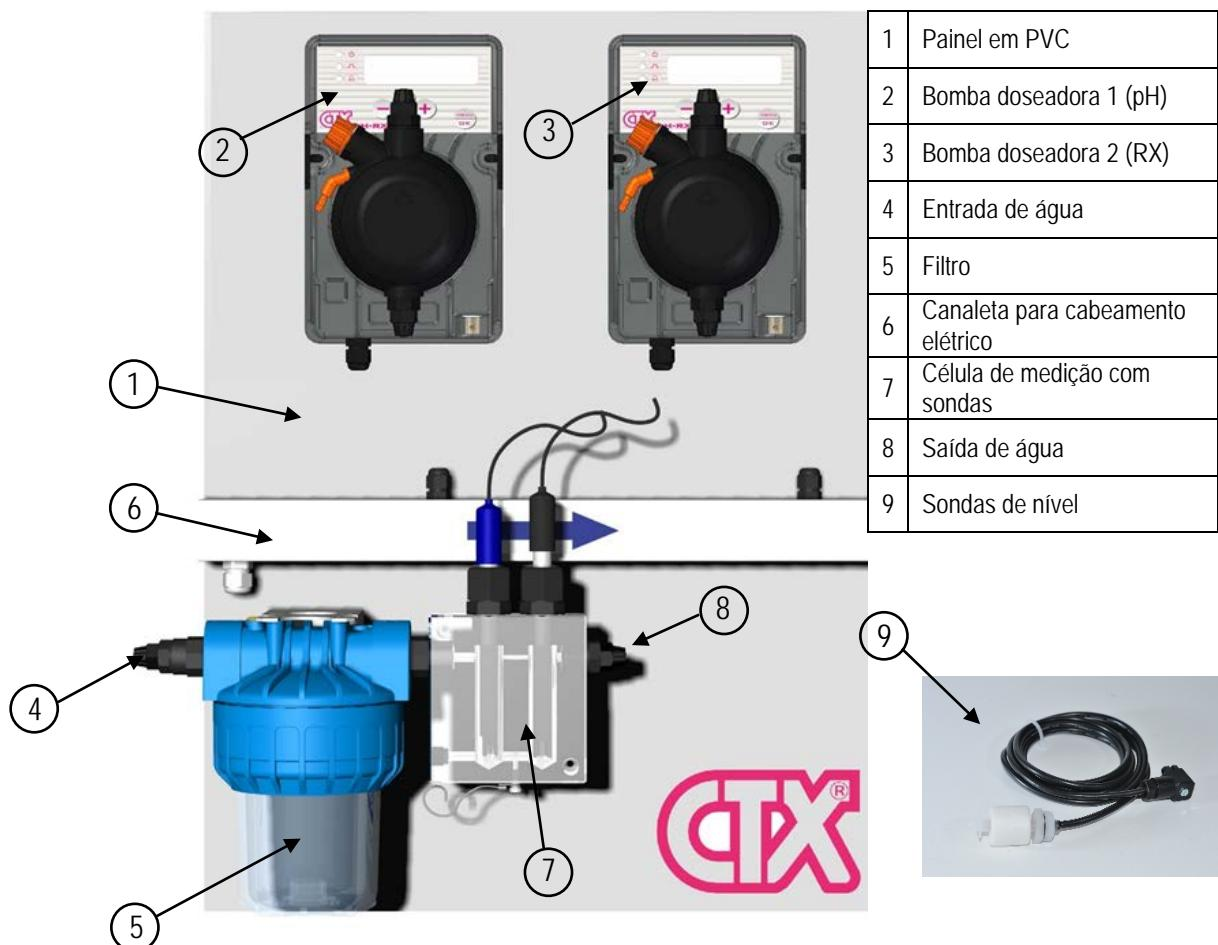

Figura 1 – PAINEL DE CONTROLO PH-RX
Segue abaixo a descrição resumida sobre como o fluxo de água atravessa a estação de controlo e é monitorado (para facilitar a compreensão, referir-se à Figura 1).
A água proveniente de uma derivação do sistema de circulação da piscina entra através da **entrada de água** de amostragem (Figura 1 – pos.5) para passar por dentro do **filtro de água** (Figura 1 – pos.6) onde serão retidas eventuais impurezas ou partículas suspensas para chegar ao interior da unidade (Figura 1 – pos.7) que tem por função controlar os diversos valores químicos e físicos (em função do tipo de sensor instalado) como acidez/alcalinidade e o potencial de redução da oxidação. Tudo isso é gerido por uma sofisticada central (Figura 1 – pos.2), instalada na estação de controlo que, em função dos valores detetados, ativa ou desativa os respetivos dispositivos de dosagem (Figura 1 – pos.3 e 4) conectados a ela, exceto em caso de intervenção (se houver) dos interruptores de nível (Figura 1 – pos.10) instalados nos respetivos reservatórios de sucção ou (se houver) o sensor de fluxo (ver o parágrafo sucessivo).